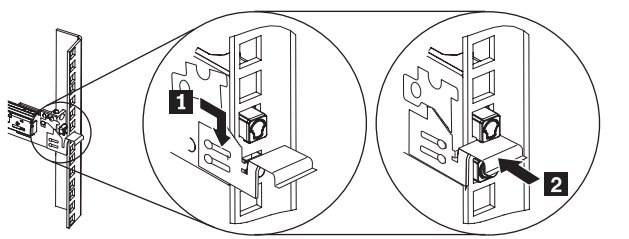

図 54. ラック前面での SAN ボリューム・コントローラー 2145-CF8 スライド・レールの前部の取り付け
- a. 図 54 の **1** に示すように、スライド・レールを前方に引いて、ラックの金属を前部ラッチとピンとの間に挿入します。